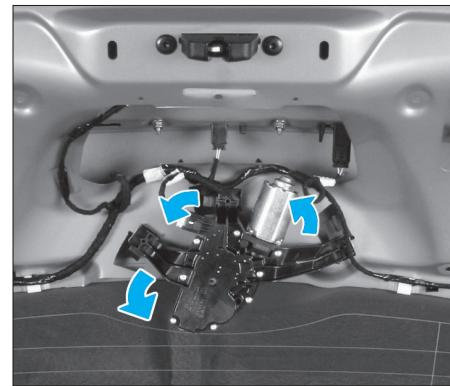

Fig. 88
- Tourner l'ensemble du mécanisme dans le sens antihoraire (Fig.88).